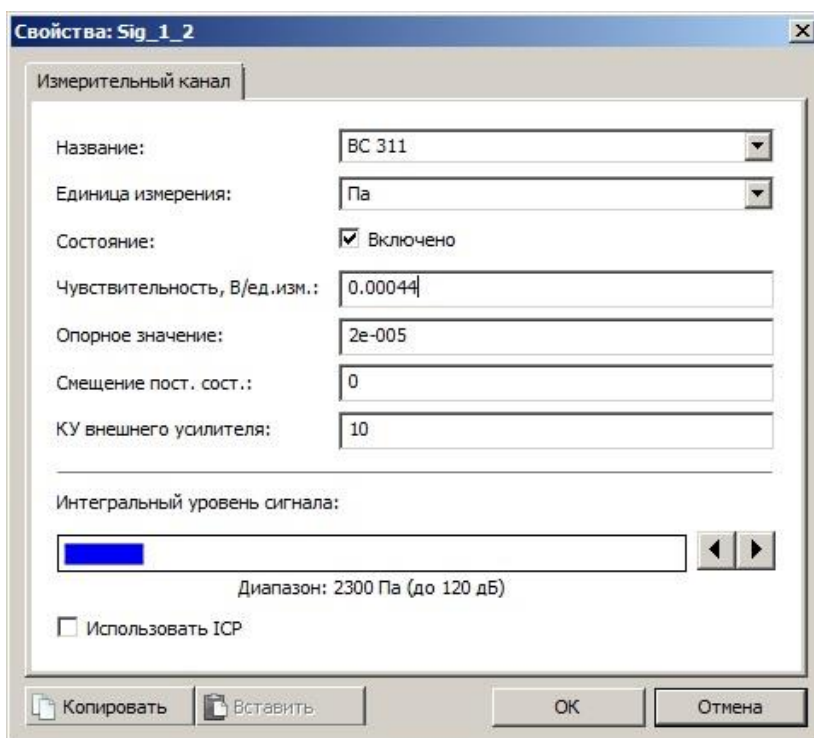

Рис. 1.7 Вид вкладки «Измерительный канал»
5. В свойствах канала анализатора, во вкладке «Измерительный канал» произвести настройки согласно Рис. 1.7.
***ВНИМАНИЕ!!!*** Усилитель ZET 440 имеет коэффициент усиления по заряду равный  $1\text{мВ/нКл}$ . Поэтому значение чувствительности в  $\text{нКл/Па}$  равно значению чувствительности в  $\text{мВ/Па}$  при условии подключения через усилитель ZET 440. Соответственно, при подключении гидрофона к анализатору спектра через усилитель ZET 440, если чувствительность гидрофона по паспорту составляет  $0,44\text{нКл/Па}$ , то в поле «Чувствительность, В/ед.изм.» вводим значение  $0,00044\text{ В/Па}$  (см. Рис. 1.7).